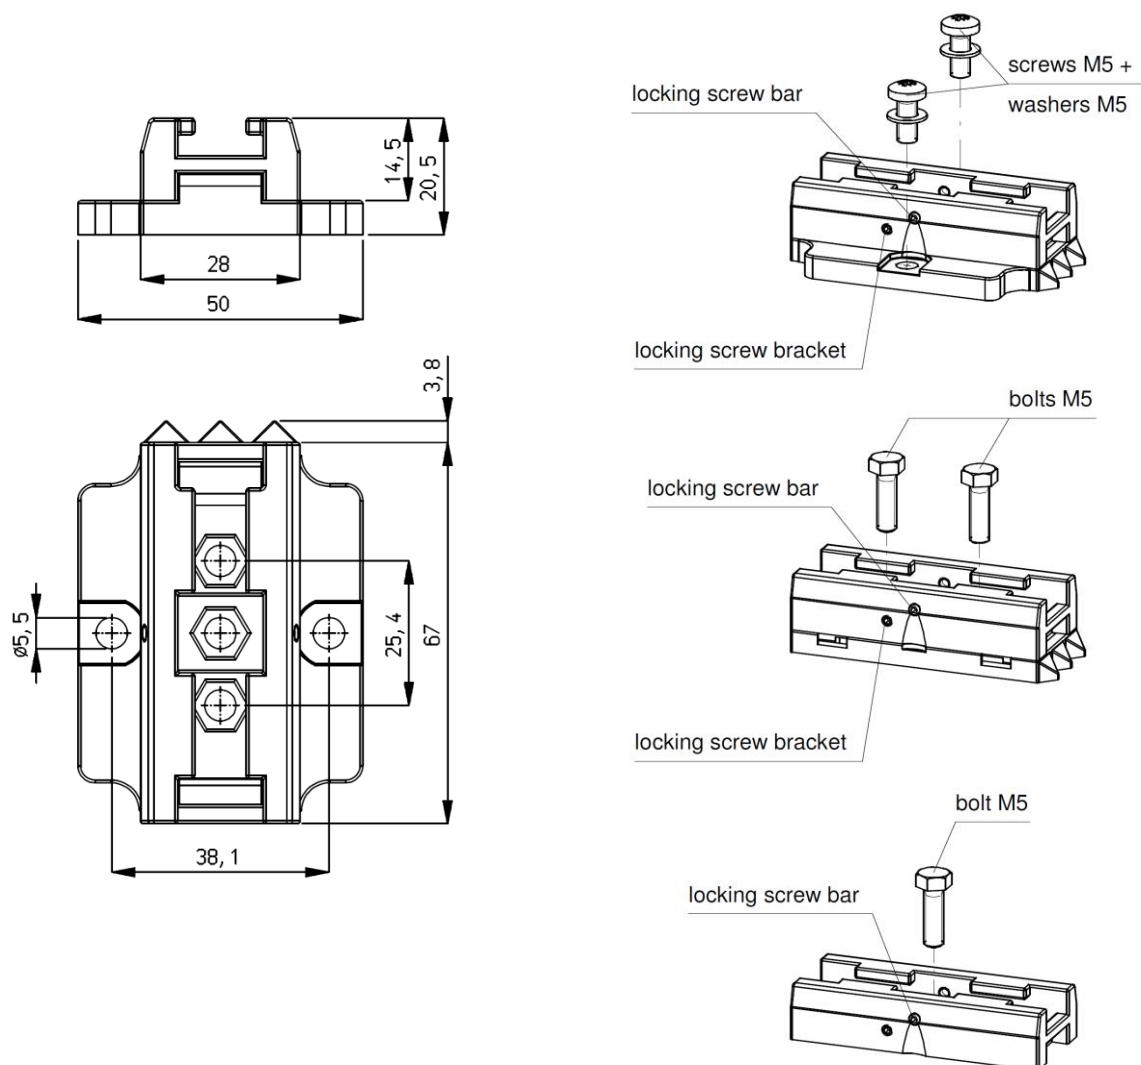

Abbildung 7: Maße Montagebügel und Befestigungsmöglichkeiten
- Schrauben Sie die Stellschrauben (Nr. 7) aus den Bügeln heraus (siehe Abbildung 7).